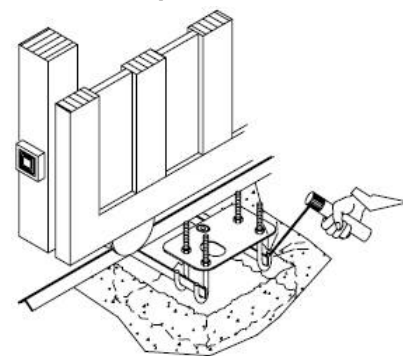

рис.4
- Сделайте углубление в земле, куда потом будет устанавливаться монтажная пластина (рис. 4).